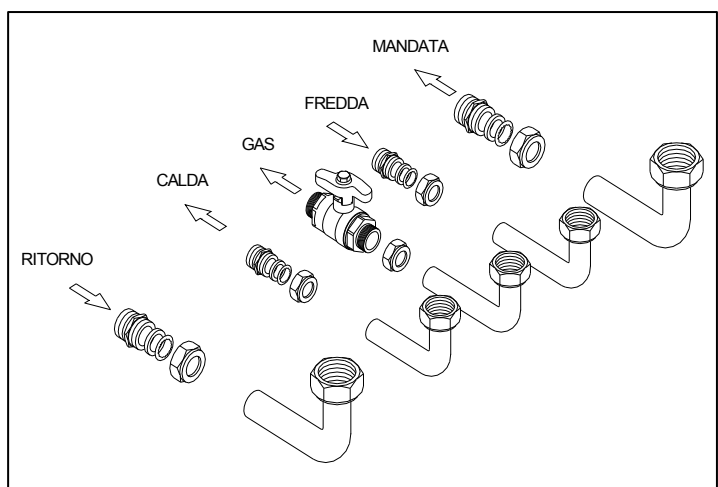

Fig. 2
Per l'installazione, operare come segue (vedi fig. 2):
- Per agevolare il montaggio la caldaia è dotata di un Kit di raccordi idrici (fig. 2);